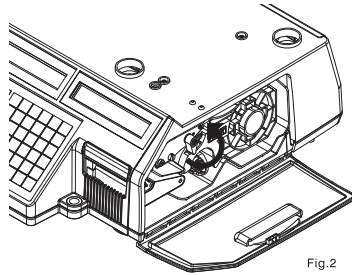

Fig.2
2) fig.2 처럼 레버를 반시계 방향으로 올려서 TPH를 올린다.